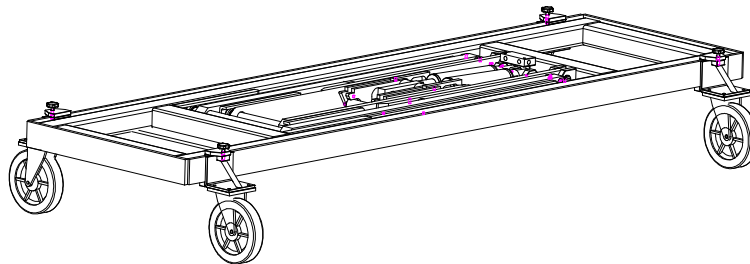

Abbildung 2
- Damit liegt die MARLIN nicht mehr auf dem Boden auf und kann problemlos an jede beliebige Stelle in der Werkstatt transportiert werden (siehe Abb. 2).